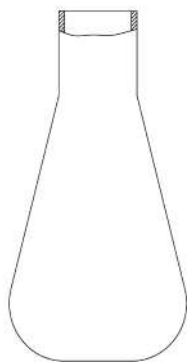

Рис. 31. Колба качалка
15. **Колба качалка** (рис. 31) применяется для смешивания химических реактивов. Изготавливается из стекла.